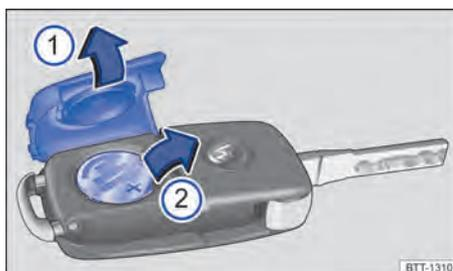

Fig. 45 Chave do veículo: substituir a pilha-botão.
2. Remover a cobertura → Fig. 45 ① alavancando-a.
3. Elevar a pilha-botão do compartimento da pilha → Fig. 45 ②.